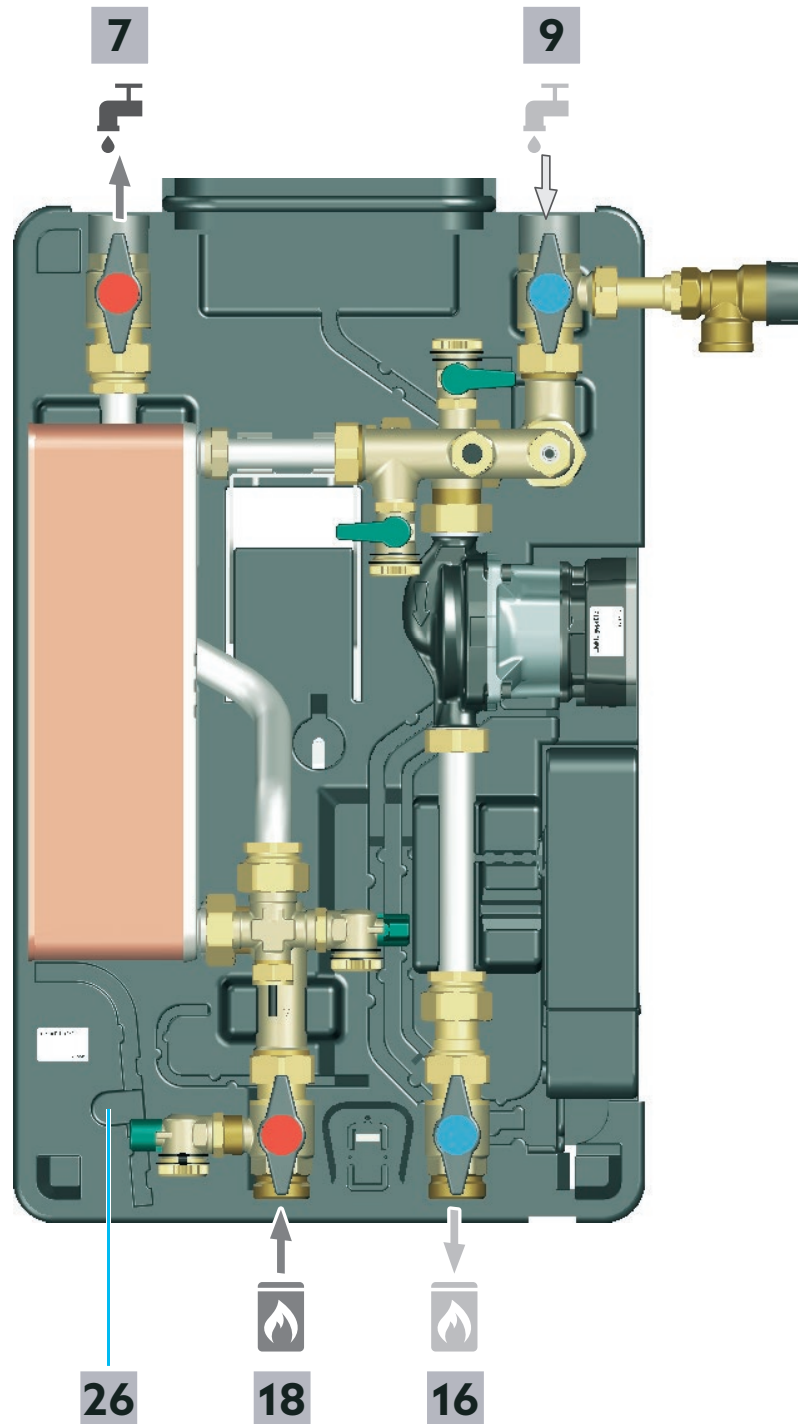

Abb. 16: Funktionsbeschreibung
In der Unterschale befindet sich eine Halterung für den Auslaufbogen des Probenahmeventils (Position 26 in Abb. 16 auf Seite 25).
- Montieren Sie gegebenenfalls möglichst nahe an den Kaltwasser-Anschluss der Station einen weiteren Trinkwasser-Filter (TF) (Oventrop Zubehör).
- Montieren Sie einen Rückflussverhinderer (Position 4 in Abb. 3 auf Seite 14) in den Vorlauf Trinkwasser kalt (Position 9 in Abb. 16 auf Seite 25), um das Trinkwasser kalt vom bereits erwärmten Trinkwasser innerhalb der Station zu trennen.